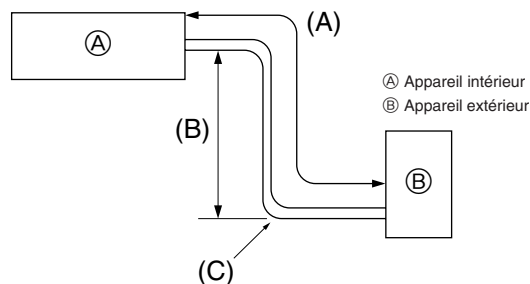

Fig. 5-1
5.1. Tuyaux de réfrigérant (Fig. 5-1)